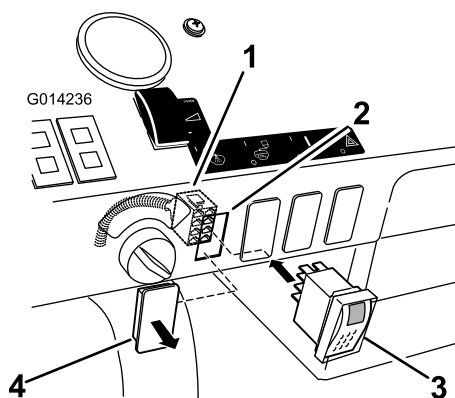

Рисунок 27
1. Найдите заглушку переключателя промывного бака на панели приборов (Рисунок 27). Это первая заглушка вверх от замка зажигания.
- Удалите заглушку с панели приборов (Рисунок 27).
- Подключите переключатель к корпусному разъему (Рисунок 27).